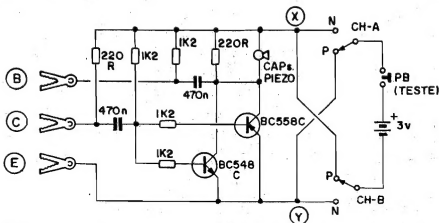

Fig. 1
- FIG. 1 - O CIRCUITO - O diagrama esquemático mostra a grande simplicidade do projeto: se, momentaneamente, o Leitor